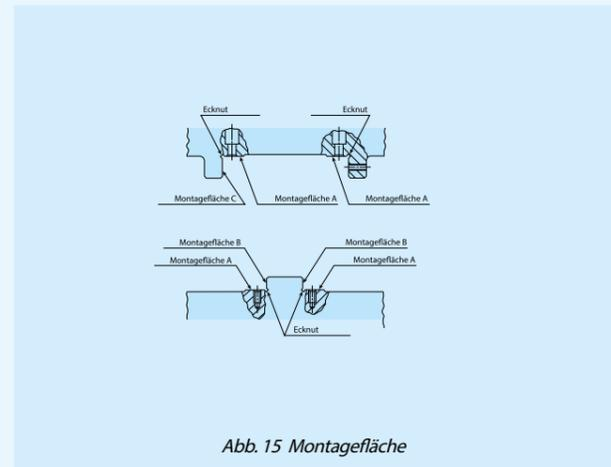

Abb. 15 Montagefläche
- Bei der Montage der Führung auf der Montagefläche B (siehe Abb. 15), sind die Schrauben auf das vorgegebene Anzugsmoment anzuziehen.
- Die Führungsschiene auf der feststehenden Seite fest auf die Montagefläche C drücken (siehe Abb. 15) und die Schrauben auf das vorgegebene Anzugsmoment anziehen.